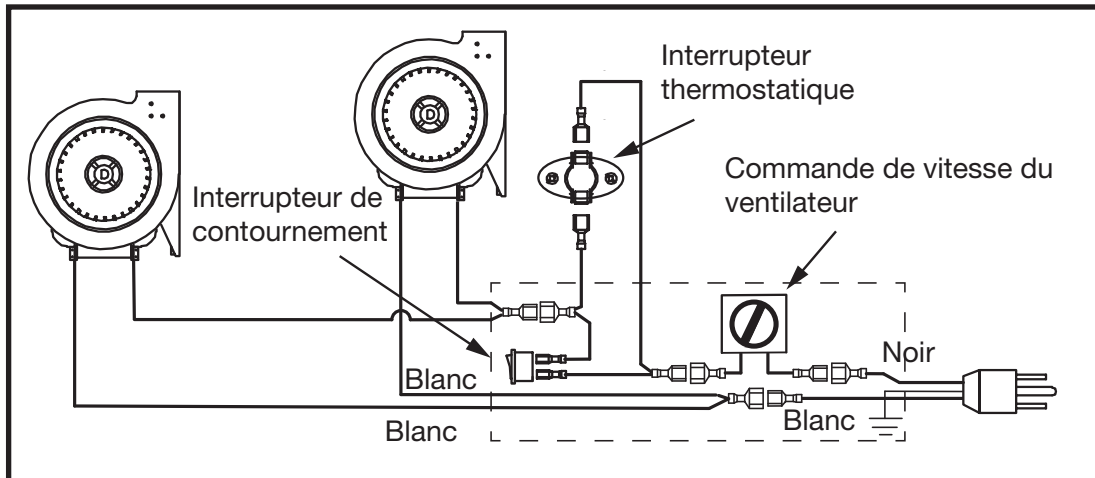

Figure 8: Diagramme électrique de l'appareil.
2. Air ambiant : Retirer les deux vis de la plaque décorative du centre sous la bordure du cendrier. Retirer les vis qui retiennent le couvert d'entrée d'air dans le fond de l'appareil et disposer du couvert. Replacer la plaque décorative et fixer à l'aide des deux vis (Figure 8). De cette façon, l'air de combustion proviendra de l'intérieur de la pièce depuis le devant de l'appareil.